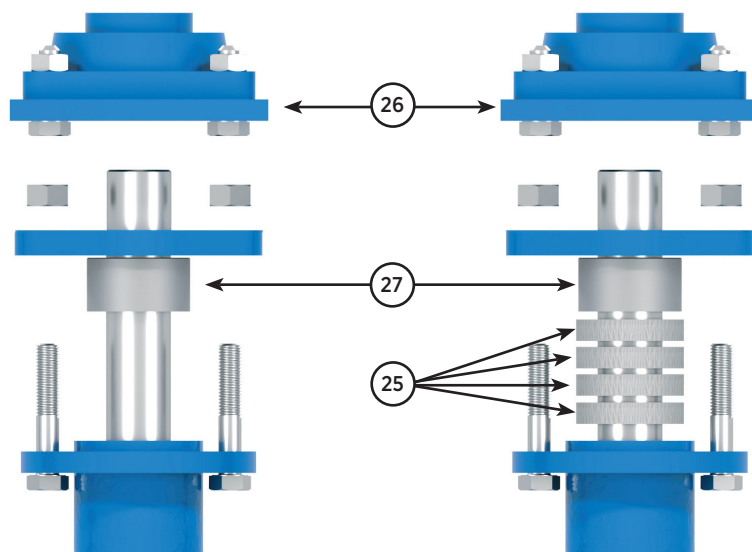

Fig. 7
4. Estrarre la boccola premistoppa (27) dalla propria sede spostandola lungo l'albero, in modo tale da liberare l'accesso agli strati del premistoppa (25) (fig. 7).